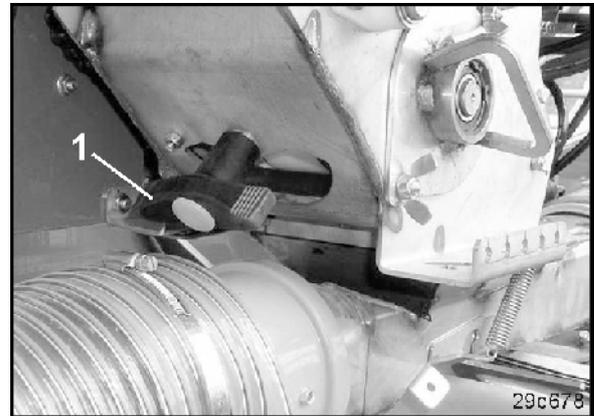

Fig. 124
- Abra la tapa de evacuación de restos girando el asidero (Fig. 124/1).
- Cierre la tapa de evacuación de restos (Fig. 124/1) y fije la cubeta de giro al soporte de transporte.